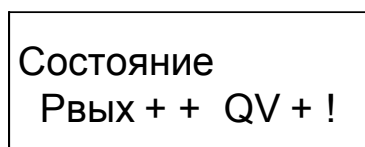

Рис.4. Слово состояния дискретных выходов по давлению и ПР1(2)
- 4.2. Неисправности и нештатные ситуации, диагностируемые ИВК-102, индицируются в окне **ИЗМ / Состояние** – в виде слова состояния (рис.4).